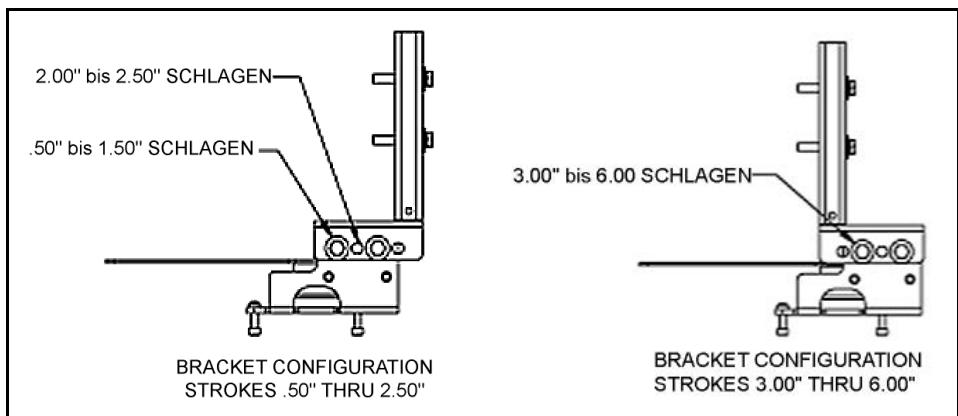

Abbildung 16 Bracket Configuration Strokes 0,5-2,50 "und 6,3"
4. Berg Abzugsbügel zu Block am Winkel, Spannschlossvorrichtung parallel hält, um Stammzellen Stammzellen (Abbildung 16) unter Verwendung von: